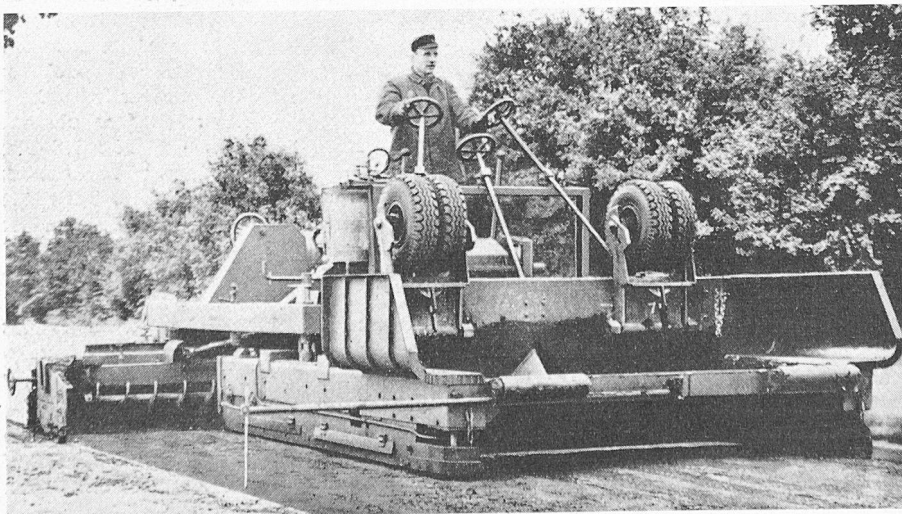

Bild 23. Linnhof-Grossfertiger
*Linnhof*: Grossfertiger (Ed. Linnhof, Maschinenfabrik, Berlin-Tempelhof, DBR) für 1,0÷4,5 m Verlegebreite, arbeitet auf Raupen, fährt für die Dislokation als Anhänger auf Pneurädern, verarbeitet Schotter und Asphalt (Bild 23).